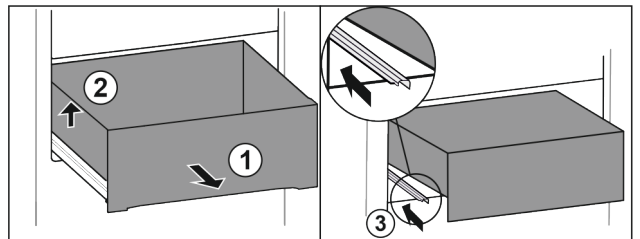

Fig. 113
- ▶ Tirer le tiroir jusqu'en butée. Fig. 113 (1)
- ▶ Soulever le tiroir sur la gauche. Fig. 113 (2)
- ▶ Rentrer le rail de gauche. Fig. 113 (3)